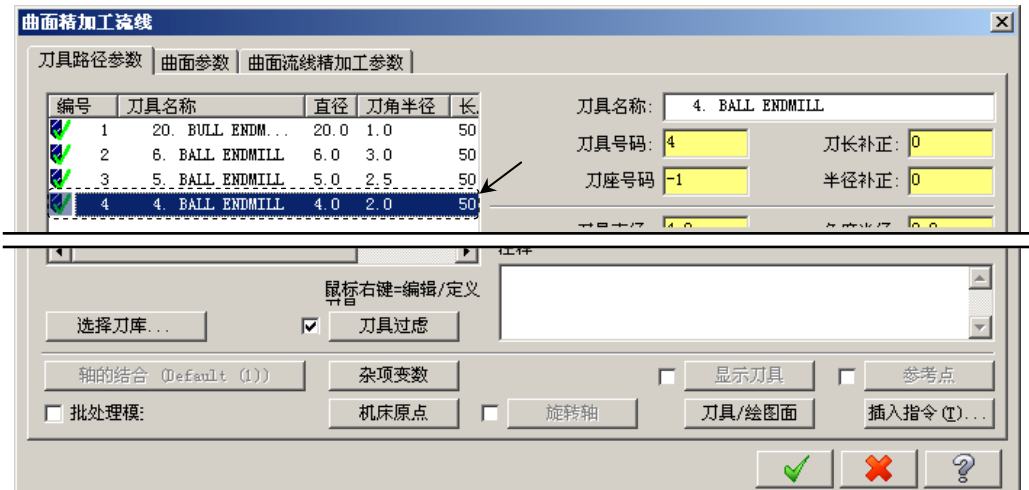

图 15.36 “选择刀具”对话框
Step3. 选择刀具。在“曲面精加工流线”对话框中，选择图 15.36 所示的刀具。
(1) 设置曲面加工参数。在“曲面精加工流线”对话框中单击 **曲面参数** 选项卡，其参数设置保持系统默认设置。
(2) 设置曲面流线精加工参数。
① 在“曲面精加工流线”对话框中单击 **曲面流线精加工参数** 选项卡，在 **截断方向的控制** 区域的 **环绕高度** 后的文本框中输入值 0.01。